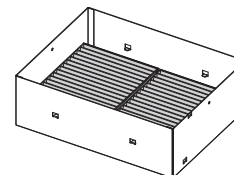

Abb. 3
- Nachdem die beiden Luftfiltereinheiten angebracht wurden (Abb. 3), fahren Sie mit „Anbringen der Abdeckung des langlebigen Filters“ (➔ Seite 224) fort.